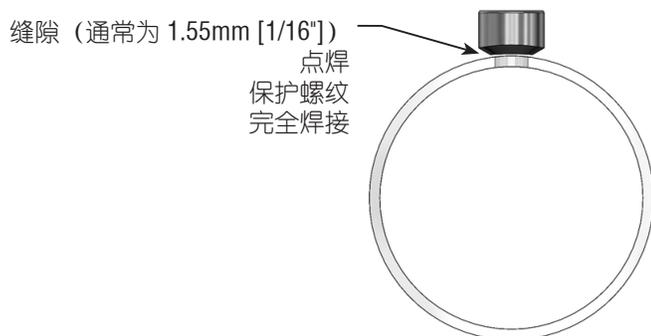

图 3. 焊接缝隙
- 确保正确的焊接缝隙（通常为 1.5mm [1/16"]），通过点焊将下法兰座固定到位（如图 3 所示）。